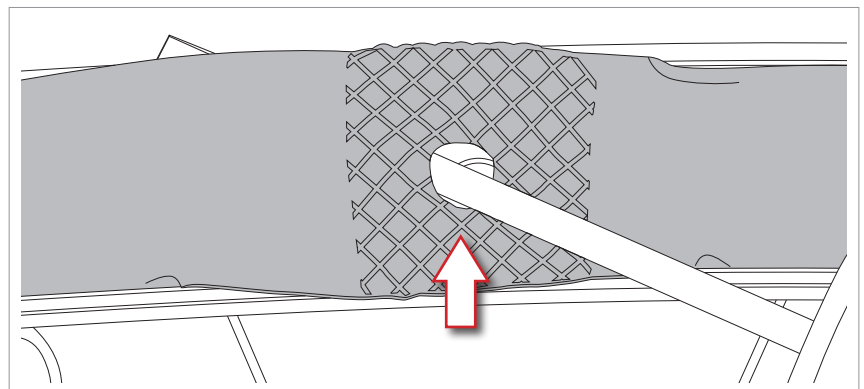

Abb.1
- Entfernen Sie das Originalfelgenband der Laufräder, falls vorhanden, mit einem Schraubenzieher, um es von der Felge zu trennen (Abb.1).